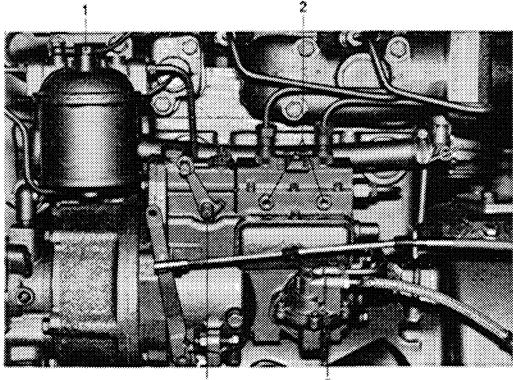

Abb. 6 Einspritzpumpe und Kraftstofffilter
If the engine is used during cold weather, place the control lever in position for $\frac{1}{4}$ max. engine speed and at the same time push in the cold start button on the fuel injection pump to get extra starting fuel. See Fig. 6, pos. 4.
- a) Kraftstoff mit der Handpumpe einrichtung vorpumpen, siehe 3, Abb. 6.
- b) Nippelschraube für die Rückölleitung zum Kraftstofftank lösen. Diese befindet sich auf dem Kraftstofffilter, siehe 1, Abb. 6. Nochmals mit der Handpumpe pumpen, bis luftfreier Kraftstoff ausströmt.
- c) Die vordere Entlüftungsschraube auf der Einspritzpumpe öffnen, siehe 2, Abb. 6. Nochmals mit der Handpumpe pumpen, bis auch hier luftfreier Kraftstoff ausströmt. Entlüftungsschraube schließen.